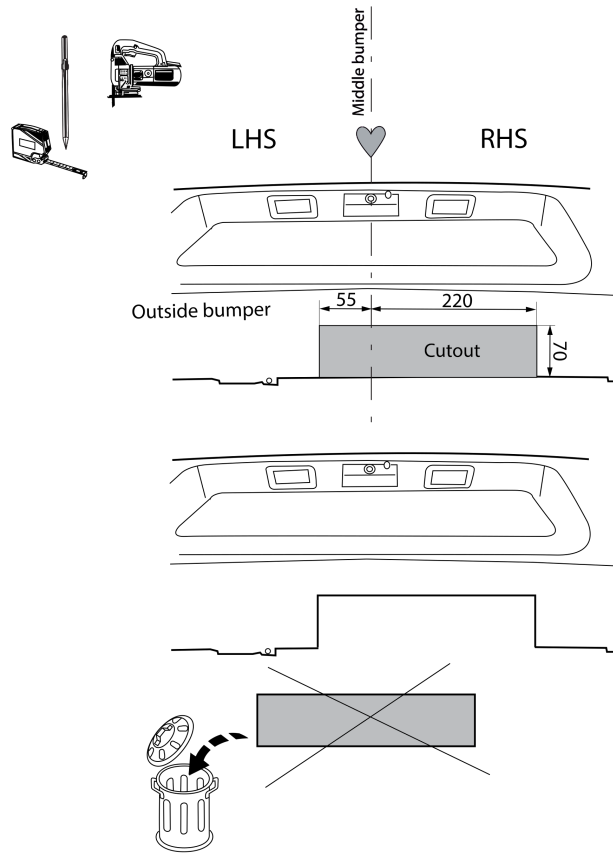

Fig. 5
10. Выпилить часть из бампера в середине снизу, как указано на рис. 5.